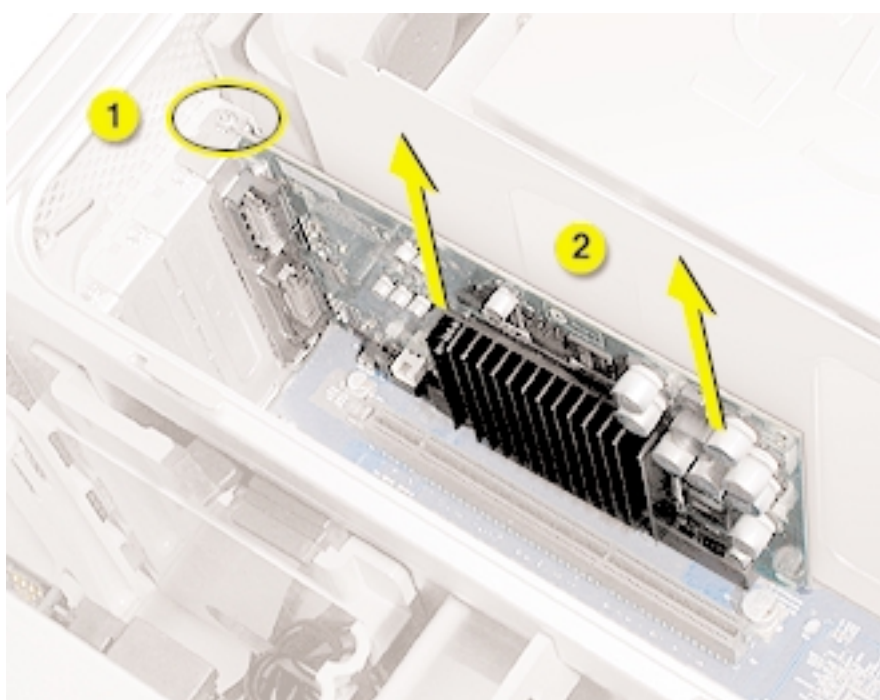

Figura 6
3. Rimuovere la vite che fissa la scheda al case. (**Figura 6**)